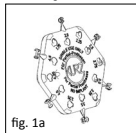

fig. 1a
■ **fig. 1a, 1b/2** O disco medidor (fig. 1a, 1b) para próteses parciais possui seis medidores individuais disposto em forma de satélite e com comprimentos diferentes (2,0-4,5 mm). O comprimento é indicado no lado posterior de cada medidor (fig. 2). As aberturas e orifícios destinam-se a reduzir o peso, bem como a proporcionar uma melhor visão global durante a medição do ouvido médio.